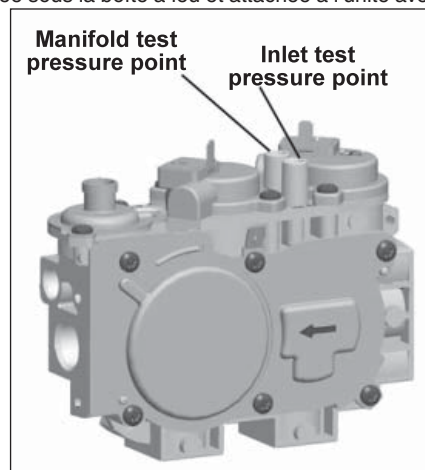

Figure 59 : Points de test de pression.
- b. Placez un tube de 1/4" en silicone sur chaque port de pression, sur la valve (référez-vous à la figure 59). Attachez le tube à un manomètre.